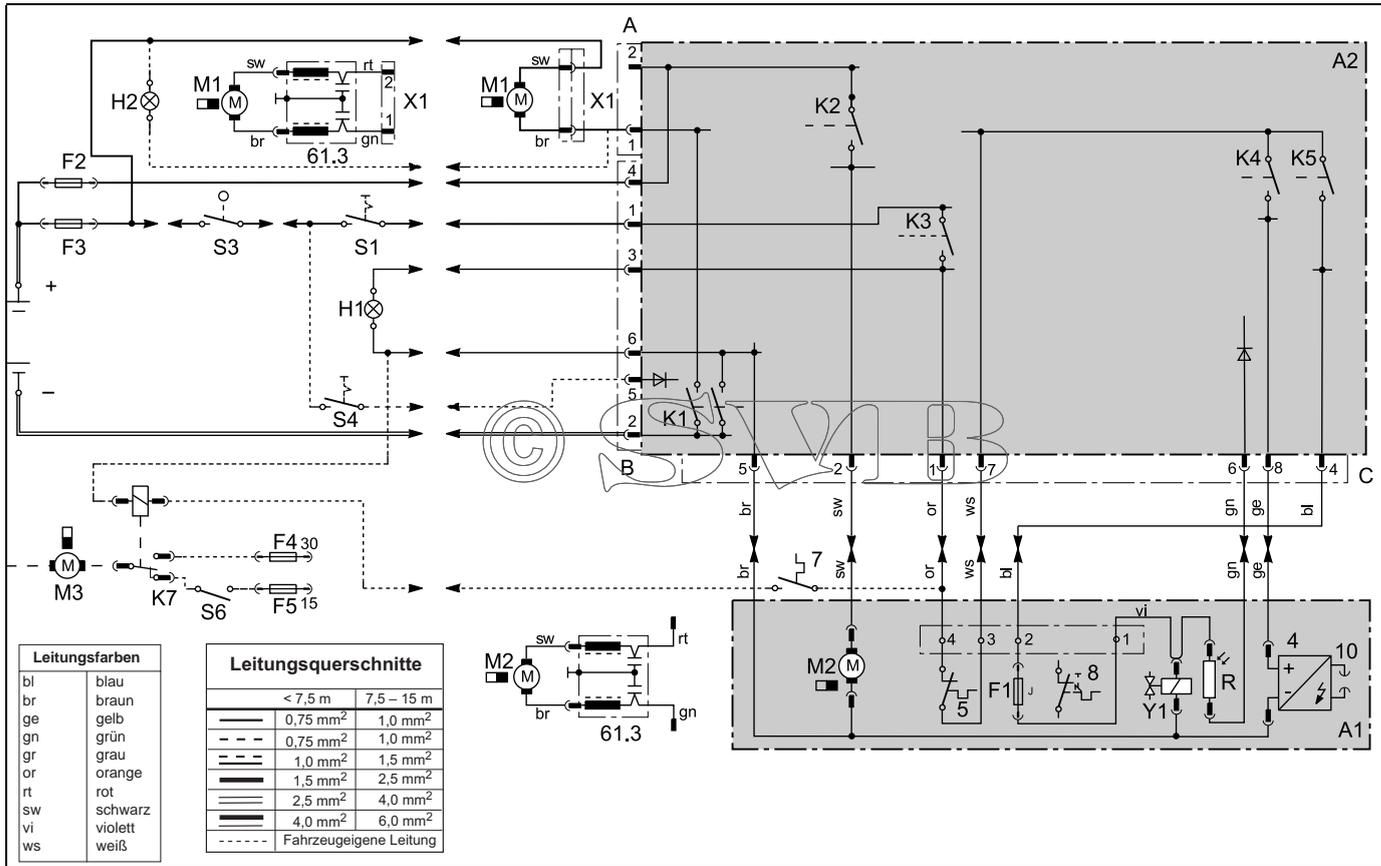

Bild 9: Systemschaltung für DBW 2010 mit Steuergerät 1553 und Schalter, Legende siehe Seite 15
- Schalter, siehe Automatikschaltplan Bild 9 bis 13